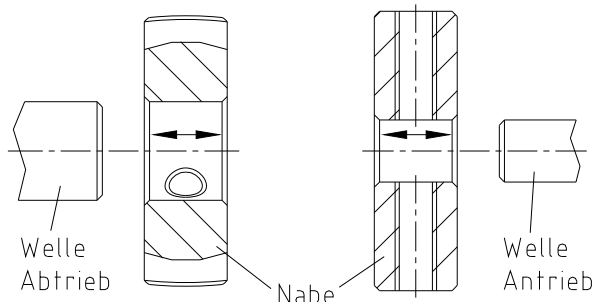

Bild 4: Montage der Naben
- Montieren Sie die Naben auf die Welle der An- und Abtriebsseite (siehe Bild 4).